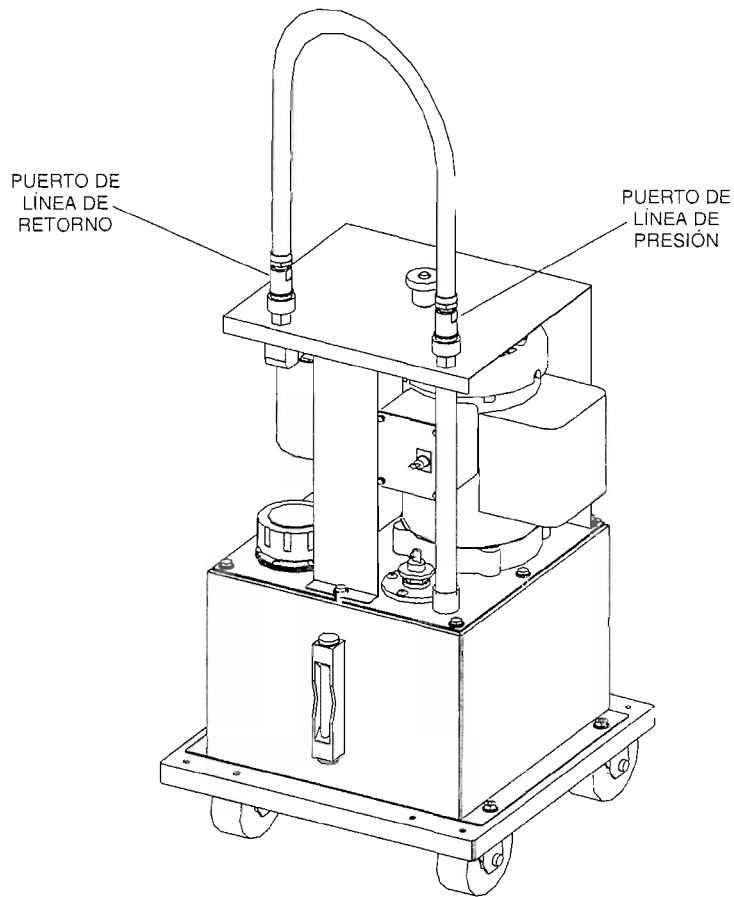

Figura 1-17. Circuito modificado.
14. Desconecte el extremo de la manguera conectado al orificio de entrada del colector de alimentación, luego conéctelo al orificio de la línea de retorno de la fuente de alimentación hidráulica, como se muestra en la Figura 1-17. Este circuito permite que todo el aceite bombeado regrese directamente al depósito por medio del filtro de la línea de retorno, de la fuente de alimentación hidráulica.